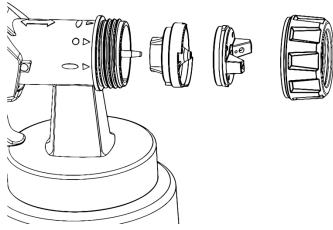

Fig. 9 - Desmontado y limpieza de las piezas del pico
- Desenrosque la tuerca de la tapa y limpie la boquilla, tapa de aire y el orientador del abanico (fig 9);